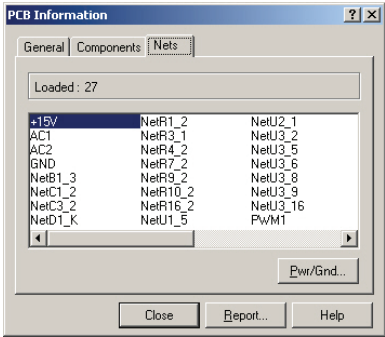

图 6-126 “Nets”选项卡
- “Nets”选项卡：用于显示当前电路板中的网络信息，如图 6-126 所示。